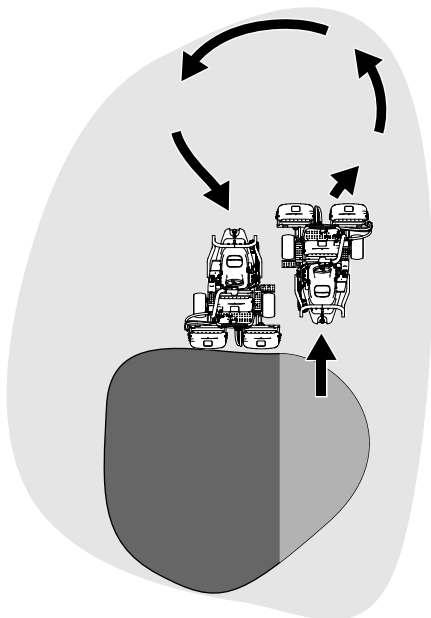

Figura 22
- Per ridurre i tempi operativi e facilitare l'allineamento per la passata successiva, sterzate momentaneamente la macchina nella direzione opposta, quindi sterzatele nella direzione della porzione non tagliata. Questo movimento delinea una curva a goccia (Figura 22) che allinea rapidamente la macchina per la passata successiva.